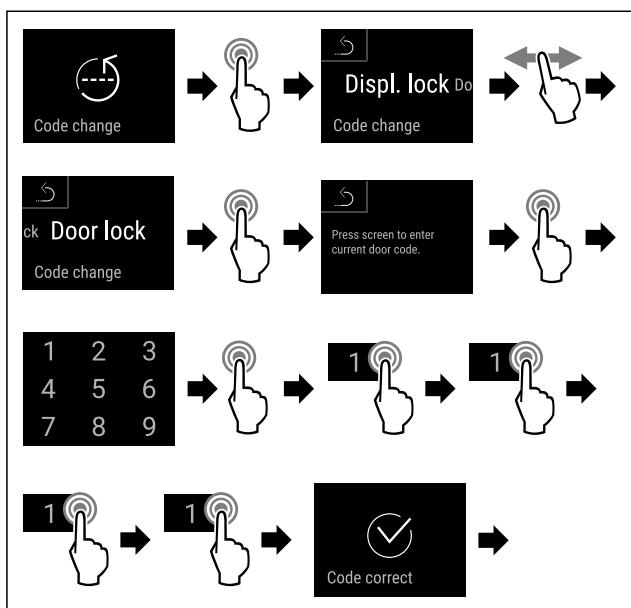

Fig. 81
- Obavite korake postupka (pogledajte Fig. 81).